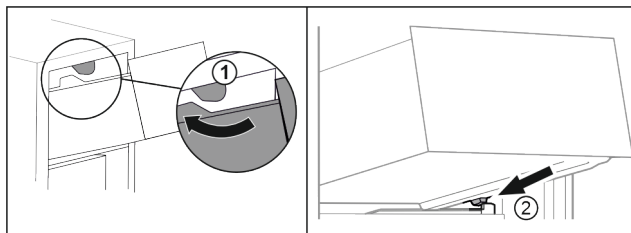

Fig. 73
- Ved'te zásuvku podél horních zarážek. Fig. 73 (1)
- Nasad'te zásuvku šikmo za dolní zarážky na žebrování na nádoby. Fig. 73 (2)